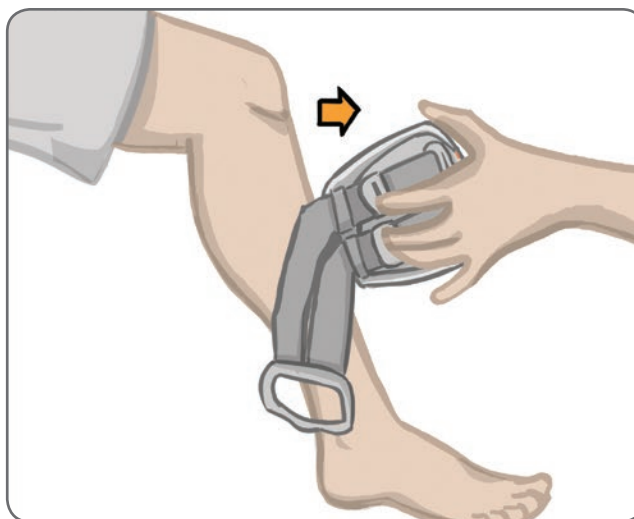

Ilustración 8-7: Retirada de la banda de EF de la parte inferior de la pierna con las bases de los electrodos enganchadas
8. Retire con cuidado la banda de EF de la parte inferior de la pierna. Consulte la ilustración 8-7.